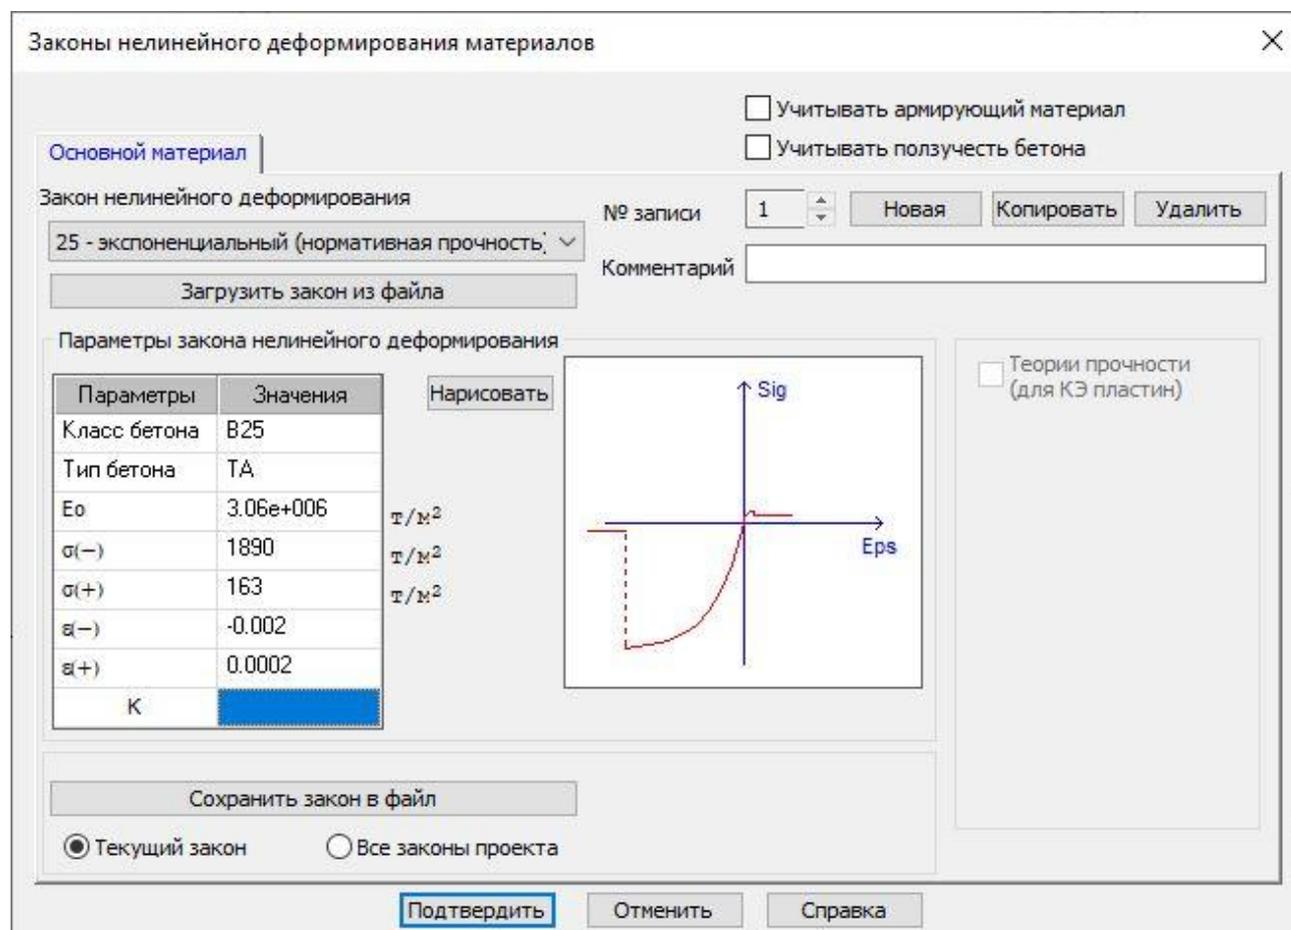

Рис.7.13. Диалоговое окно **Закон нелинейного деформирования материалов** (для основного материала)
- Для задания материала щелкните по кнопке **Параметры материала**. Вызывается диалоговое окно **Законы нелинейного деформирования материалов** (рис.7.13).